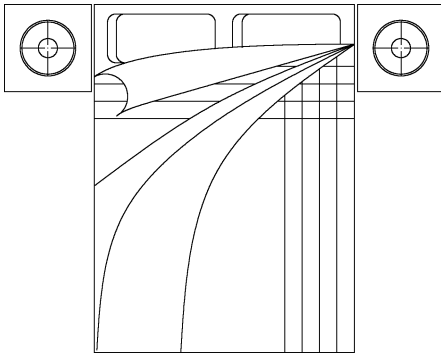

图 3-80 双人床示意图
1) 利用直线、多段线、矩形等基本绘图命令和复制、夹点编辑、拉伸、镜像、偏移、圆角等编辑命令，绘制如图 3-80 所示的一个双人床示意图并保存至指定位置。双人床宽度为 1500，长度为 2000，床头柜尺寸为 500 × 500。